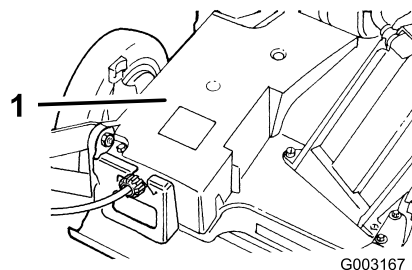

Bild 34
2. Entfernen Sie die Schrauben, mit denen die Riemenabdeckung (Bild 34) am Rasenmähergehäuse befestigt ist.